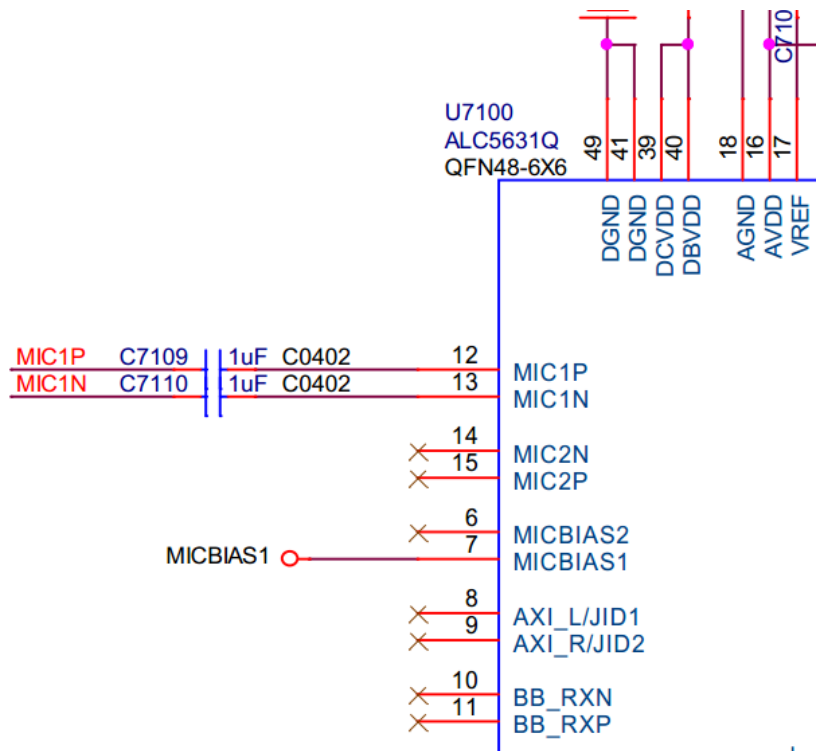

图17-5
- MIC输入信号较敏感，为避免引入噪声，MIC的耦合电容要靠近Codec端放置，如图17-5。